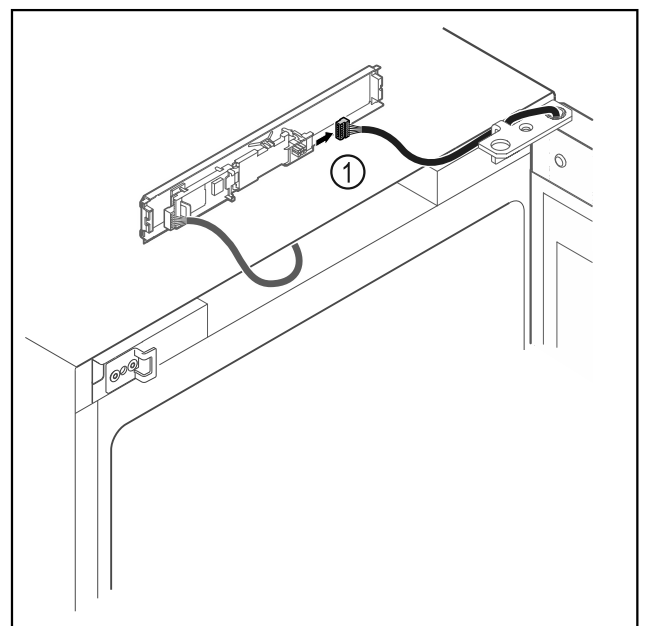

Fig. 14
- ▶ Витягнути штекер Fig. 14 (1) з плити.